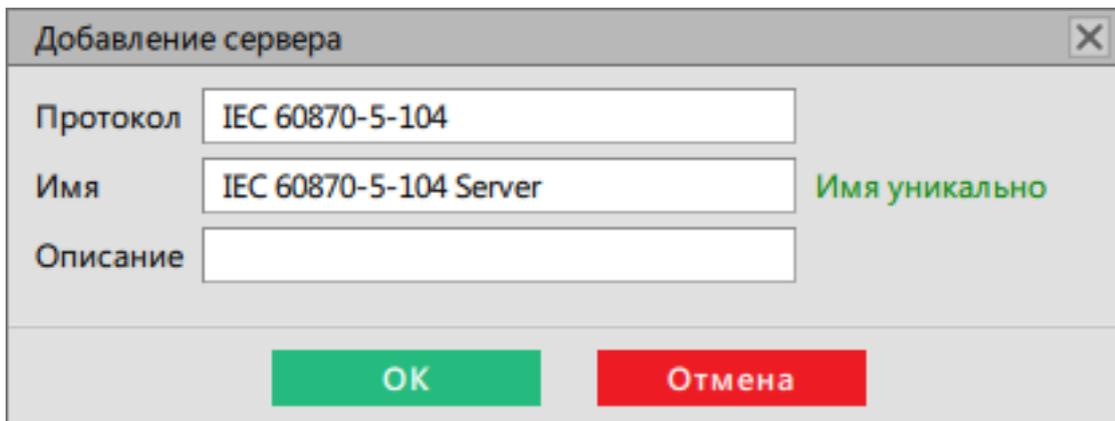

Рисунок 188 - Настройка сервера
2. Укажите имя и описание, нажмите **OK** (Рисунок 188).